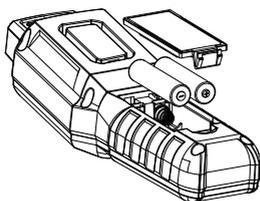

图 6
- 本仪器的电源为2节1.5V AAA电池，请参考(图6)按下列顺序安装或更换电池。